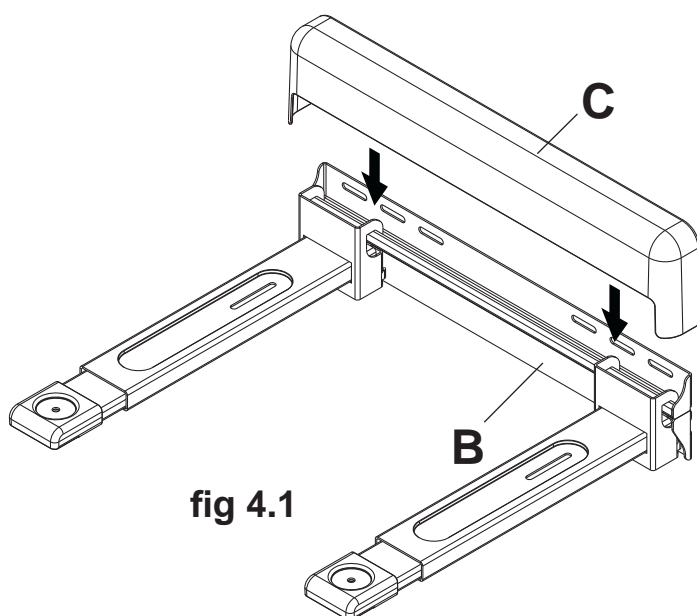
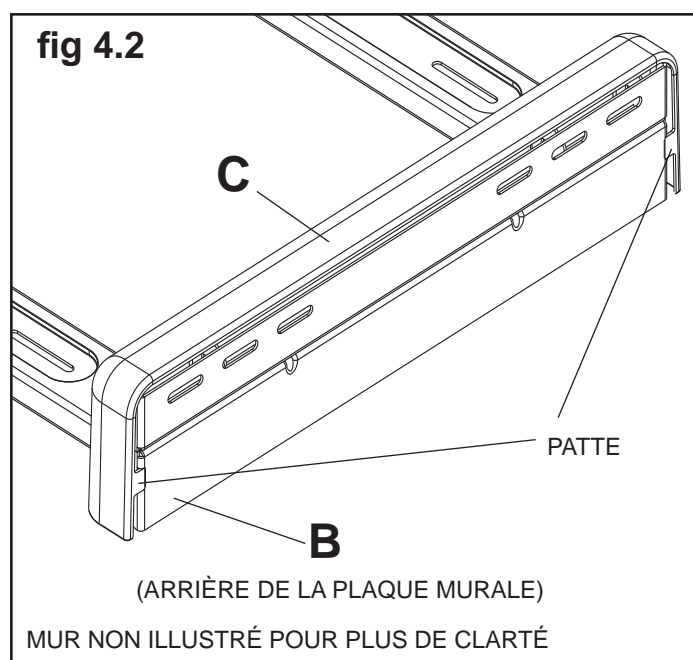

fig 4.1
fig 4.2
- 4** Fixez le couvercle de plaque murale (C) à la plaque murale (B) comme illustré à la figure 4.1. Les pattes à l'arrière du couvercle (C) sont insérées dans les encoches situées à l'arrière de la plaque murale (B) comme illustré à la figure 4.2.